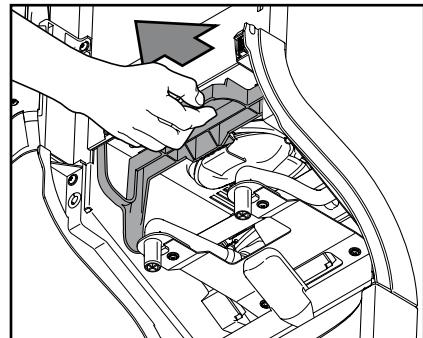

Рис. 44
- d. Потянуть за фиксатор, чтобы отсоединить весь смесительный блок. (Рис. 44)